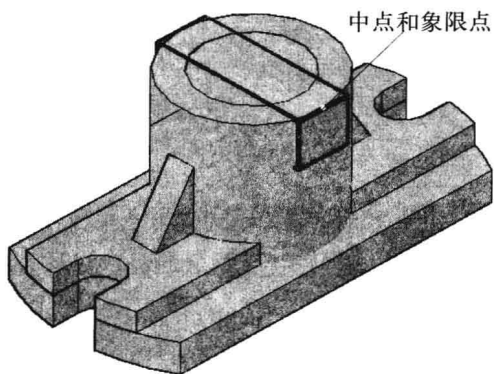

图 11-2-15
(16) 在“修改”面板中,单击“移动”按钮,捕捉并单击长方体上端面一个边的中点,再捕捉并单击圆柱体上的象限点。
(17) 在“视图”面板中,单击“视觉样式”名称,在弹出的列表中选择“真实”,在真实视觉样式下观察长方体移动位置,如图11-2-15所示。